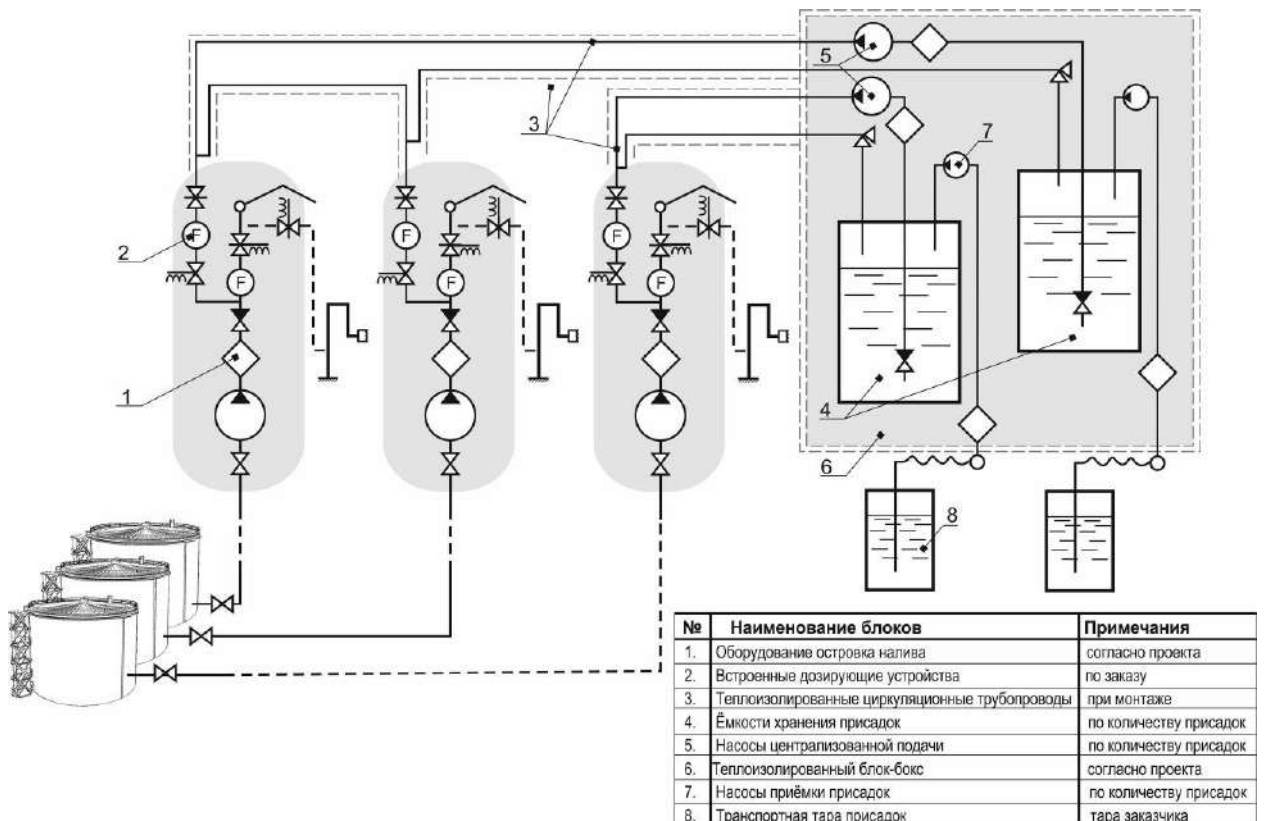

Рис. 10 - Оборудование централизованной системы подачи присадок при наливке автоцистерн
3.8 По заказу потребителя поставляется централизованная система подачи присадок при наливке автоцистерн, которая включает в себя: см. рис.10.
3.10 Силовое электрооборудование для каждого островка налива *см. рис. 10* включает в себя блочно- модульный силовой шкаф с обеспечением питания приборов КИПиА и управление моноблочными насосными станциями, входящими в блоки измерительные, с контролем параметров электродвигателей и насосов.